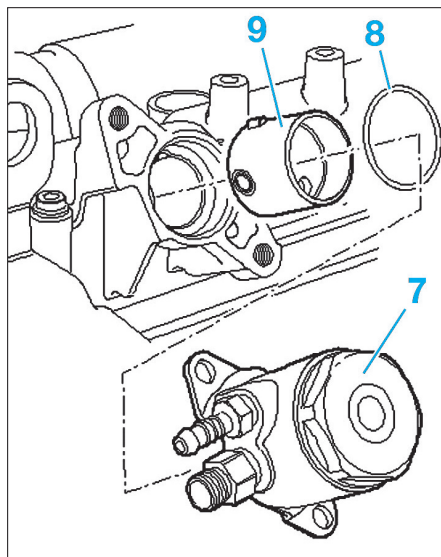

Fig. 34
- Déposer la pompe haute pression (7), le joint d'étanchéité (8) et le poussoir (9) (Fig.34).